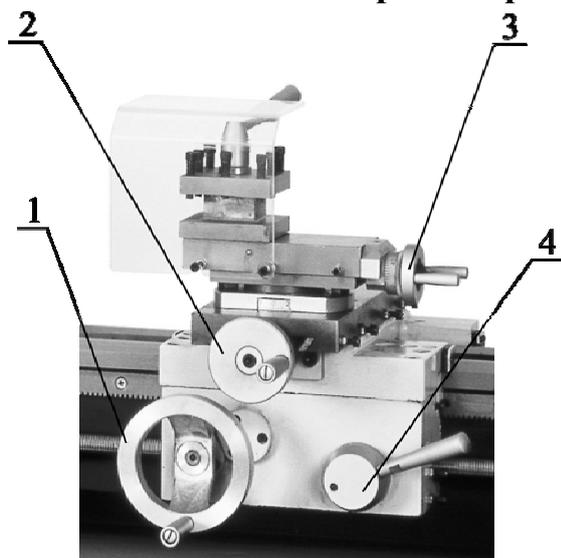

Рисунок 13.
Включите станок. Подведите резец к заготовке. Переместите резец на глубину резания, рукояткой 2. При помощи маховика ручного перемещения каретки суппорта 1 или рукоятки ручного перемещения верхних салазков суппорта 3 перемещайте резец. Продолжайте обработку на необходимую длину. После этого резец отведите от заготовки. (см. рис.13).
5. Отведите инструмент от заготовки. После этого вручную переместите каретку суппорта в исходное положение. (см. рис.13).